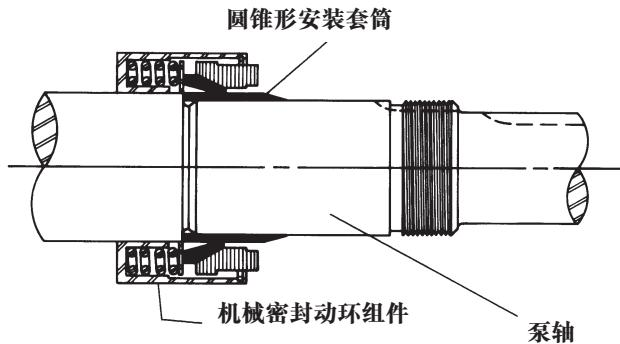

图 10
3. 将圆锥形安装套筒套到轴上。在圆锥形套筒和动环的内表面涂抹足量的轻质润滑油。不推荐使用润滑脂。动环组件穿过圆锥形套筒，装到轴上。**参见图 10。**